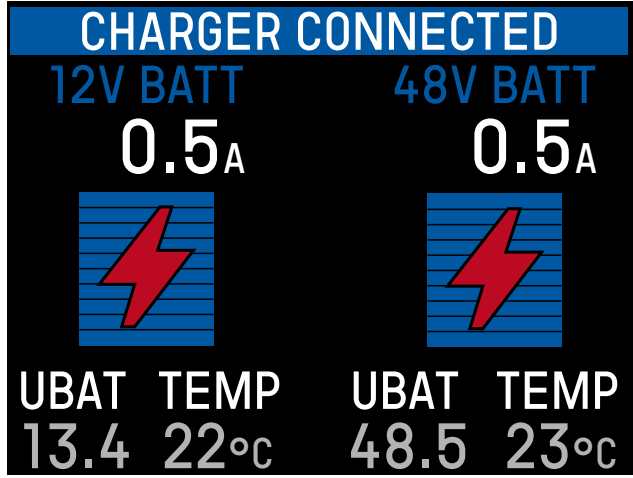

ABB.104 LADE-DISPLAY - OVERLAY-SEITE
- ▶ Deaktivieren Sie Zünd- und Hauptschalter. Ggf. wird die Ladeanzeige eingeblendet (» Abb.104).
- ▶ Deaktivieren Sie Zünd- und Hauptschalter (» Seite 154). Die Ladeanzeige wird ggf. eingeblendet, wenn die 48-V-Batterie aufgeladen werden muss (» Abb.104).